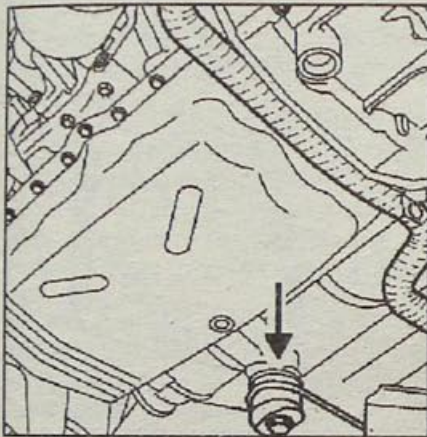

Рис. 4.18. Расположение реактивной тяги крепления двигателя
- Снимите реактивную тягу (рис. 4.18).